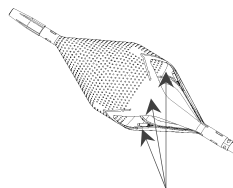

Fig. 5: Markeerbanden filter
3. Plaats de filtereenheid door de voerdraad op zijn plaats te houden met een klem voor de voerdraad tegen de hemostaseklep en trek ondertussen de inbrengkatheter terug. De drie markerbanden in het centrum van de filter zullen open plooiën en de afdichtingspositie van de filter aangeven (fig. 5).